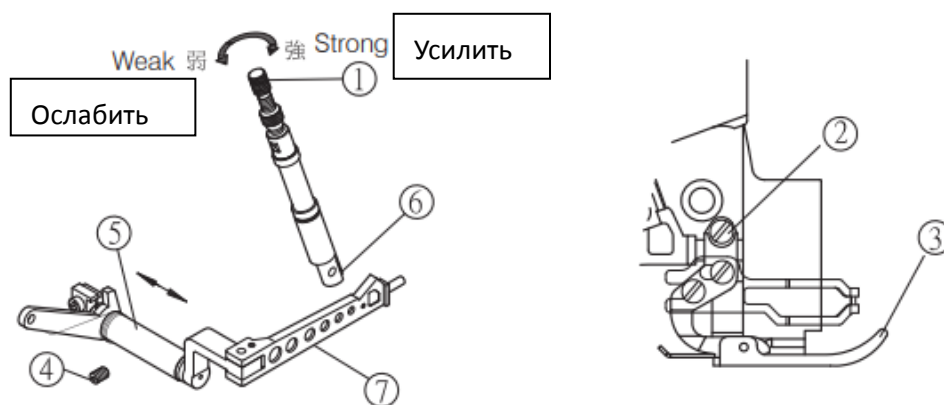

Рис.23
1. Регулировка положения прижимной лапки. (Рис.23)